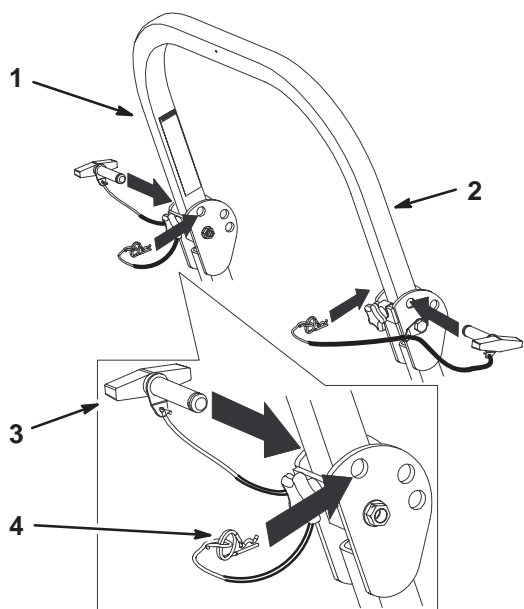

Figure 3
2. Retirez les goupilles fendues puis les deux axes (Fig. 3).
4. Posez les deux axes et fixez-les avec les goupilles fendues (Fig. 3).
5. Pour relever l'arceau de sécurité, retirez les goupilles fendues puis les deux axes (Fig. 3).
6. Relevez complètement l'arceau de sécurité puis insérez les deux axes et fixez ces derniers avec les goupilles fendues (Fig. 3).
7. Serrez les poignées avant contre les extrémités centrales de l'arceau de sécurité (Fig. 3).